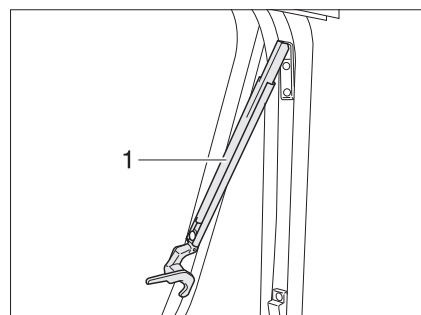

Fig. 37 Fenêtre projetante avec bras automatiques, ouverte
- Ouvrir la fenêtre projetante jusqu'au cran d'arrêt souhaité. Le bras automatique (Fig. 37,1) s'enclenche automatiquement.